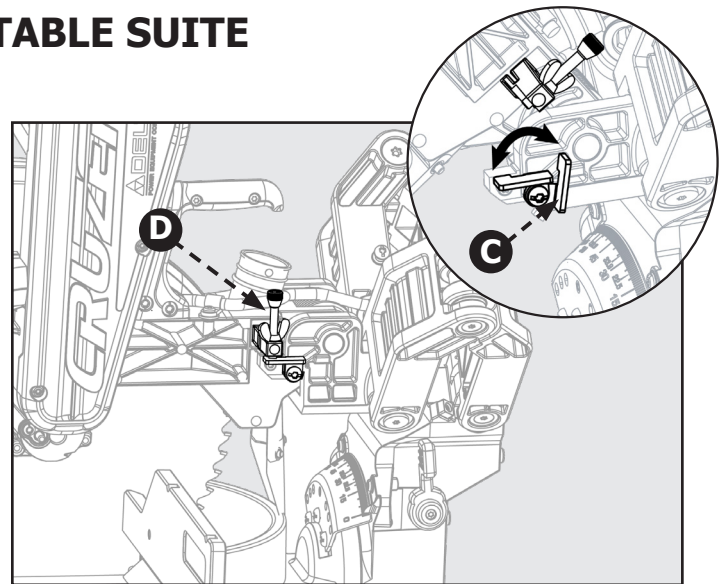

Figure 33
Consultez la figure 33 et suivez ces instructions afin de régler la butée pour une profondeur spécifique de coupe : tournez le support de la butée (C) dans le sens antihoraire vers le bas. La profondeur de la coupe peut maintenant être ajustée en tournant la vis d'ajustement de profondeur (D).
Consultez la figure 33 et suivez ces instructions afin d'effectuer une coupe complète : tournez le support de la butée (C) dans le sens horaire vers le haut.